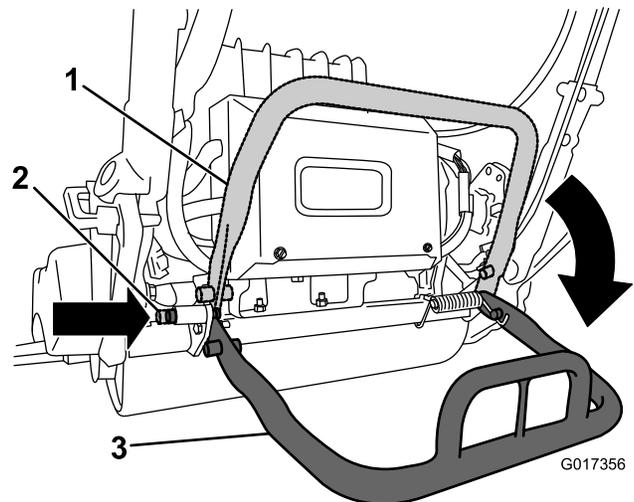

Figura 4
2. Baje el caballete e introduzca el pasador de bloqueo para bloquear el caballete en la posición de mantenimiento (Figura 4).